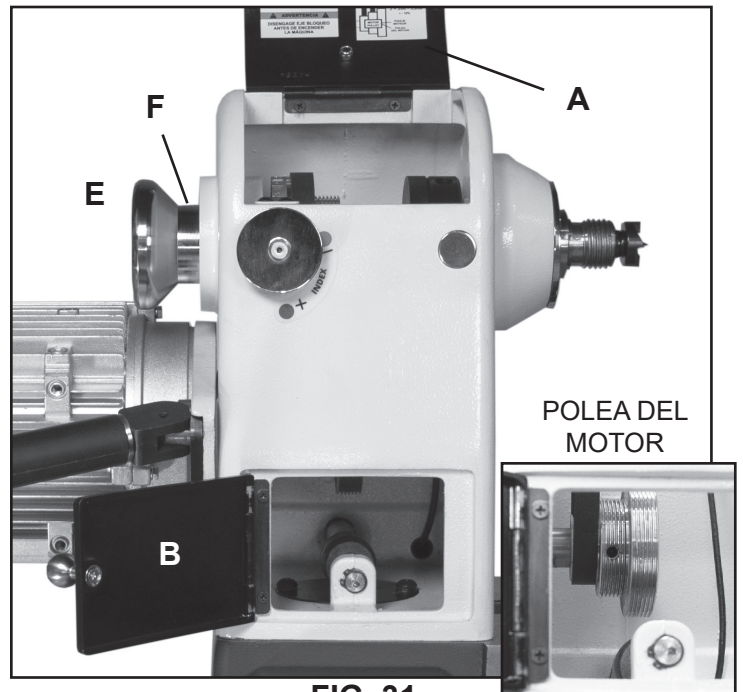

FIG. 31
2. Abra las 2 Puertas de la Correa para acceder a la correa y las poleas que están dentro de cabezal fijo. FIG. 31, A y B.